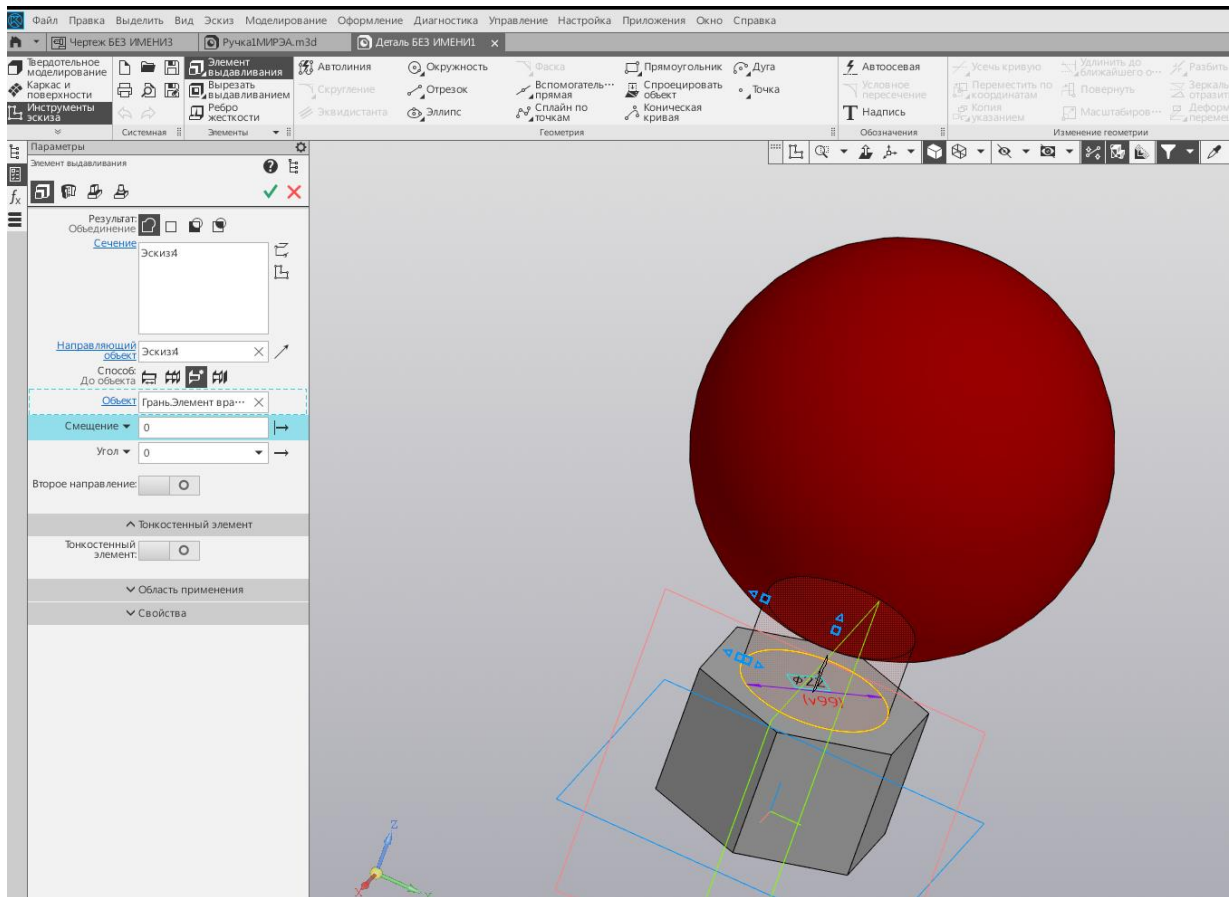

Рис. 11. выдавливание до объекта
6. Соединяем шестиугольную призму с шаром цилиндром (Рис. 11.)